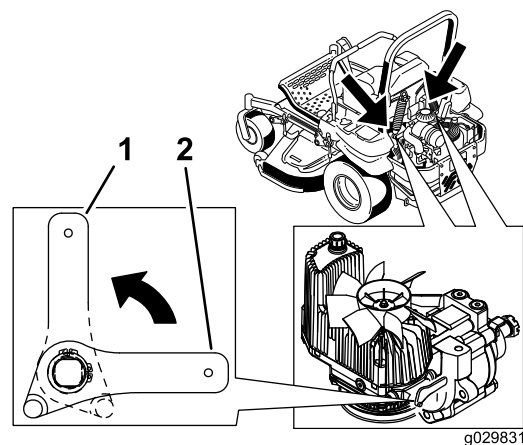

Figura 41
2. Gire las palancas de las válvulas de desvío a la posición vertical para empujar la máquina (Figura 41).
4. Gire las palancas de las válvulas de desvío a la posición horizontal para conducir la máquina (Figura 41).